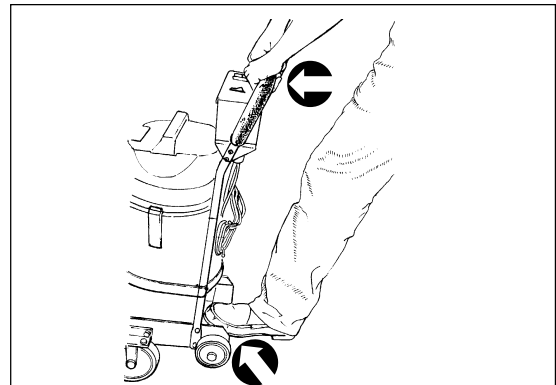

Рисунок 13
- b.) Наклоните машину взад, нажав ногой на наклонный сопутствующий ремень и одновременно надавив на рукоятку. (См. рисунок 13)